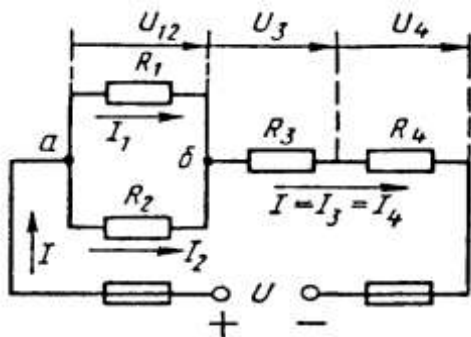

Рис. 1
Условие задачи. Цепь постоянного тока со смешанным соединением состоит из четырех резистором. Заданы схема цепи (рис. 1), значения сопротивлений резисторов:
2) обозначим токи I_1, I_2, I_3, I_4 на (рис. 1) стрелками и определим их значения из формулы мощности:
Формулировка закона: алгебраическая сумма токов в узловой точке равна нулю. Математическая запись для узла б схемы цепи рисунок 1:
В замкнутом контуре (рис. 1) приложенное напряжение U (аналогично ЭДС при внутреннем сопротивлении источника тока, равном нулю) и падения напряжений